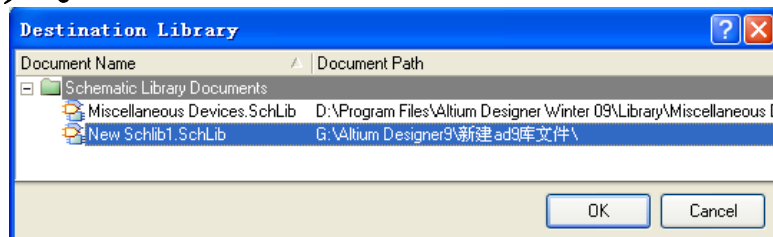

图4-23 复制元件到目标库的库文件
- (4) 在SCH Library面板Components列表中选择想复制的元件，该元件将显示在设计窗口中(如果SCH Library面板没有显示，可按窗口底部SCH按钮，弹出上拉菜单选择SCH Library)。
- (5) 执行Tools → Copy Components命令将弹出Destination Library目标库对话框如图4-23所示。
- (6) 选择想复制元件到目标库的库文件，如图4-23所示，单击OK按钮，元件将被复制到目标库文档中（元件可从当前库中复制到任一个已打开的库中）。